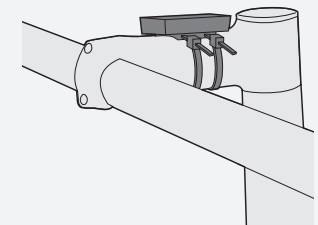

Abbildung 17: Sockel am Vorbau.
2. Positionieren Sie den Computersockel auf dem Vorbau; die Schraubbohrung zeigt nach hinten (Abb. 17).